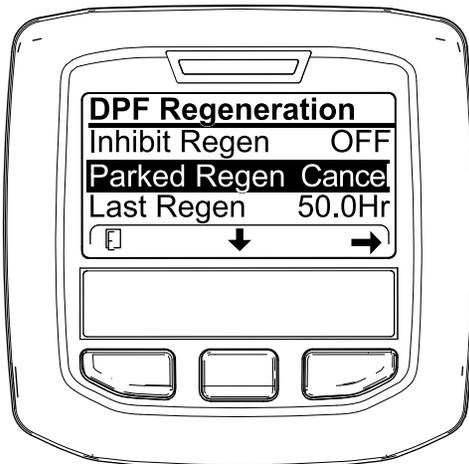
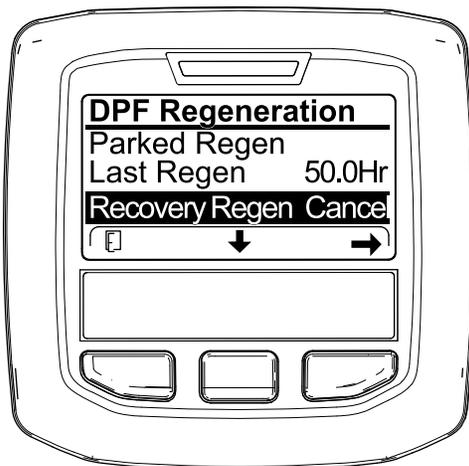

図 88
図 89
1. DPF 再生メニューにアクセスする 図 88。
2. 中央ボタンを押して下へスクロールし、駐車再生キャンセル PARKED REGEN CANCEL (図 88) またはやりかぶり再生キャンセル RECOVERY REGEN CANCEL を選ぶ 図 89。
3. 右ボタンを押すと再生キャンセルに Regen Cancel に入る 図 88 または 図 89。